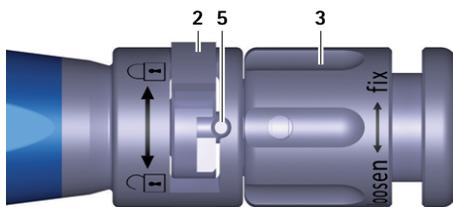

Рис. 4 Детальное изображение установочного инструмента, тестовый/рабочий имплантат затянут
- ▶ Повернуть поворотную гайку 3 на установочном инструменте A по часовой стрелке (направление "fix" ("назад")), пока тестовый имплантат не будет затянут, см. Рис. 4.
- ▶ Поворачивать поворотную гайку 3 на установочном инструменте А по часовой стрелке (направление "fix" ("назад")), пока имплантат не будет затянут, см. Рис. 4.